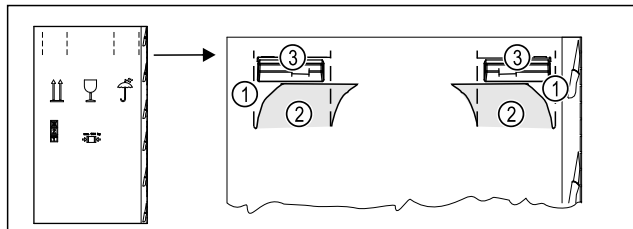

Fig. 5
- ▶ Apăsați în interior cartonul de ambalare sus la perforație Fig. 5 (1).
- ▶ Extrageți lamelele apăsați în interior Fig. 5 (2).
- ▶ Mânerul de transport Fig. 5 (3) dreapta și stânga este vizibil.
- ▶ Țineți aparatul de mânerul de transport Fig. 5 (3).